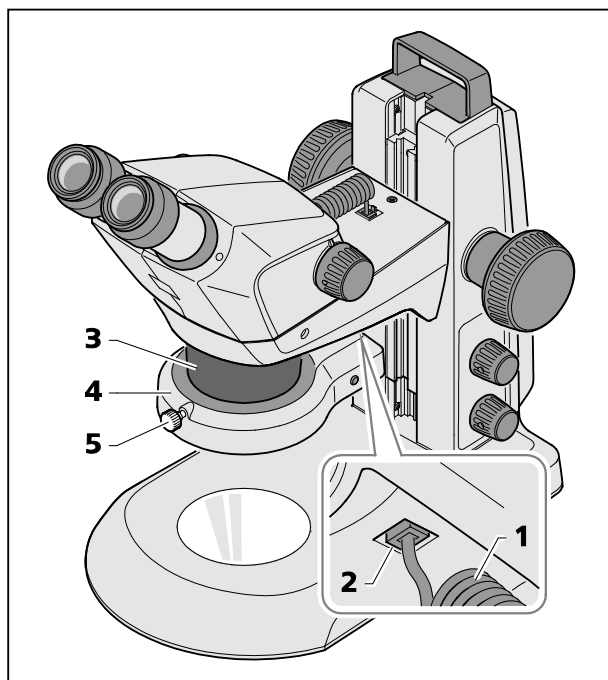

図 13 リングライトの顕微鏡本体への取り付け
- リングライト (図 13/4) の接続ケーブル (図 13/1) を Stemi キャリアの下側のソケット (図 13/2) とリングライトのソケットに差し込みます。
- リングライトを下側から顕微鏡本体 (図 13/3) に取り付け、ローレット付きボルト (図 13/5) で固定します。